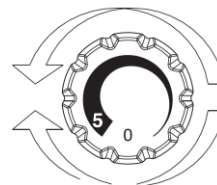

Fig. 2
- Reglarea temperaturii ambelor compartimente se realizează prin rotirea butonului termostatului (Fig. 2).